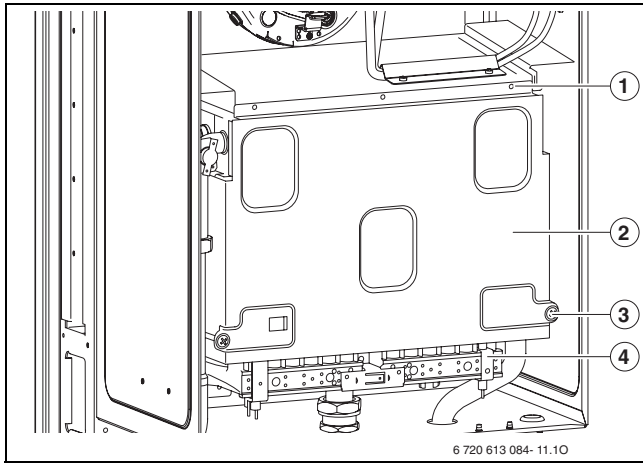

Fig. 49 Se deschide arzătorul
- ▶ Se scoate peretele frontal al camerei de ardere și arzătorul (→ Fig. 49).